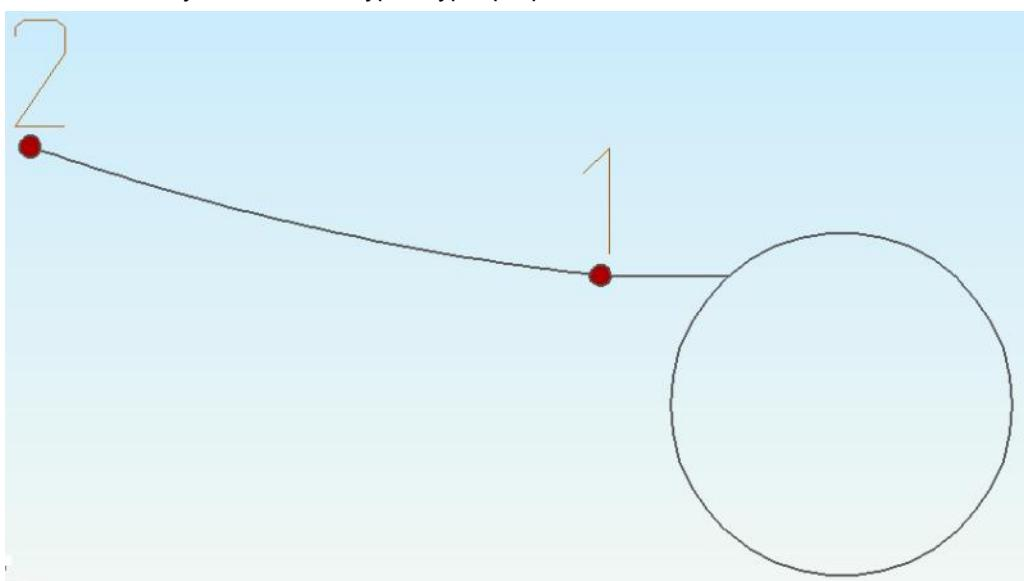

Рисунок 1. Выбор точки привязки
16. Притянитесь курсором к узлу 1 (см. рис.1) линии длинной 3 мм. Для этого подведите курсор к концу линии и нажмите клавишу **C** на клавиатуре.
23. Подведите курсор к точке 2 (см. рис. 1) и одновременно нажмите левую и среднюю кнопку мыши либо клавишу **C** на клавиатуре. Курсор притягнется к этой точке.